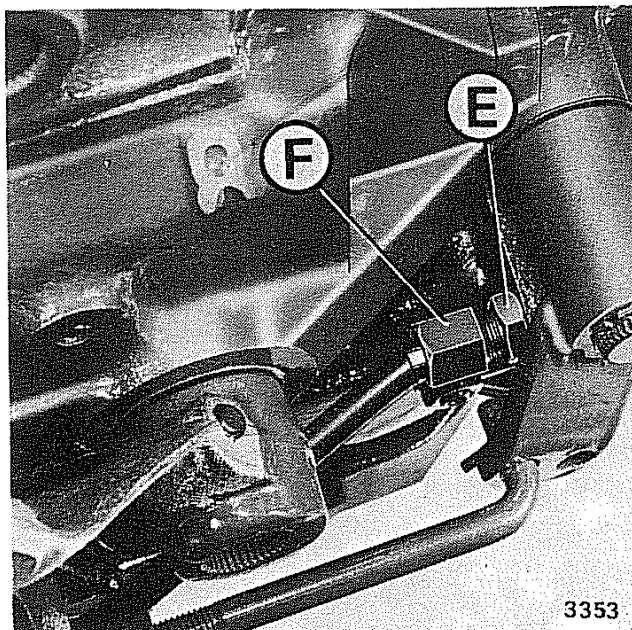

Fig. 32 - Registrazione frizione
- allentare il dado **E** (fig. 32).